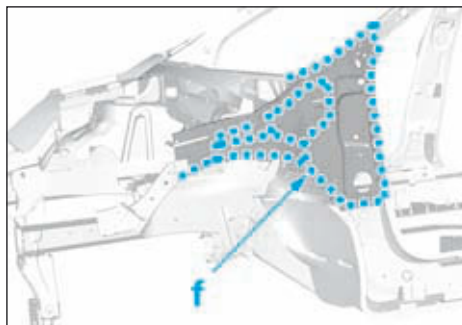

FIG.43
- (f) puis déposer la doublure d'aile avant (Fig.43).